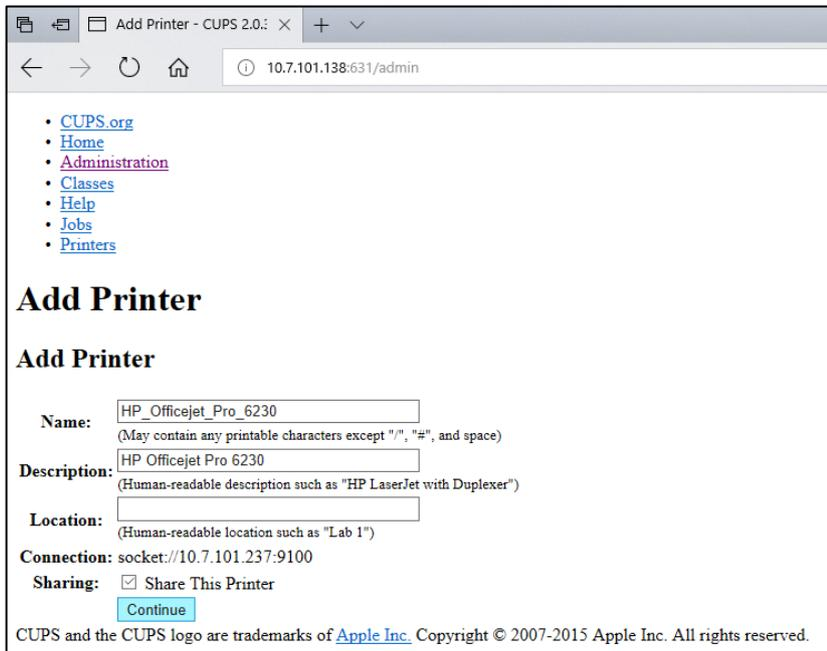

Figura 102. Tela Add printer (Adicionar impressora).
5. Selecione Share this printer (Compartilhar esta impressora) e pressione Continue (Continuar) (Figura 102).